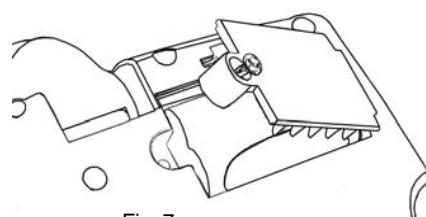

Fig. 7
2. Usando un destornillador de punta en cruz #1, extraiga el tornillo que sujetla la tapa del compartimiento de pilas de la unidad y póngala aparte. (Fig. 7)